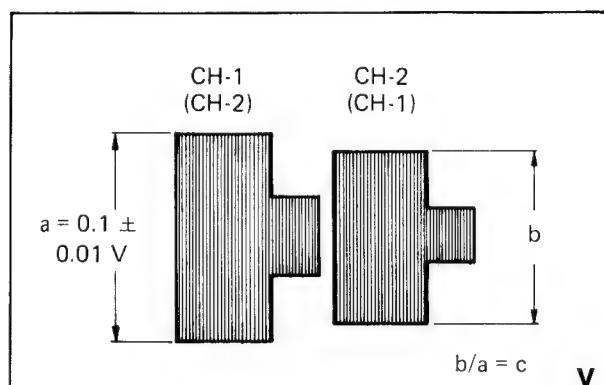

Bild 3-29
4. Während der Aufnahme R 32 und R 29 auf der Vor/Aufnahmeverst.-Platte so einstellen, daß bei Wiedergabe an TP 202 (Y-Color-Platte) die größere Signalamplitude 0,1 V_{ss} beträgt (Bild 3-29).